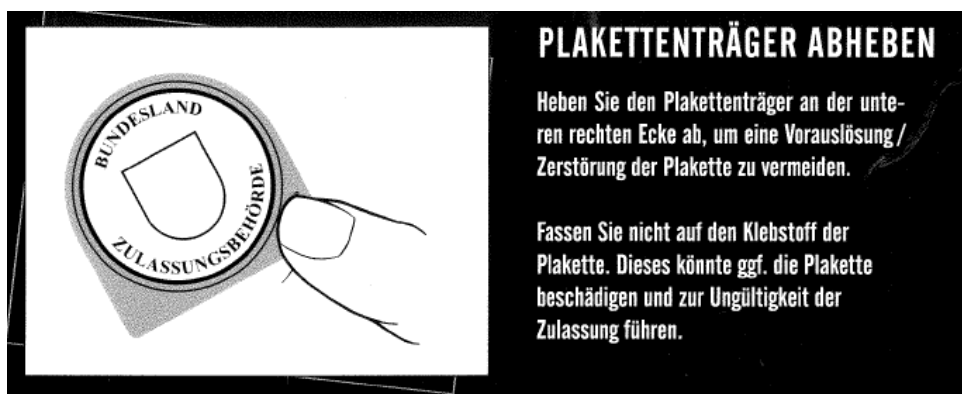
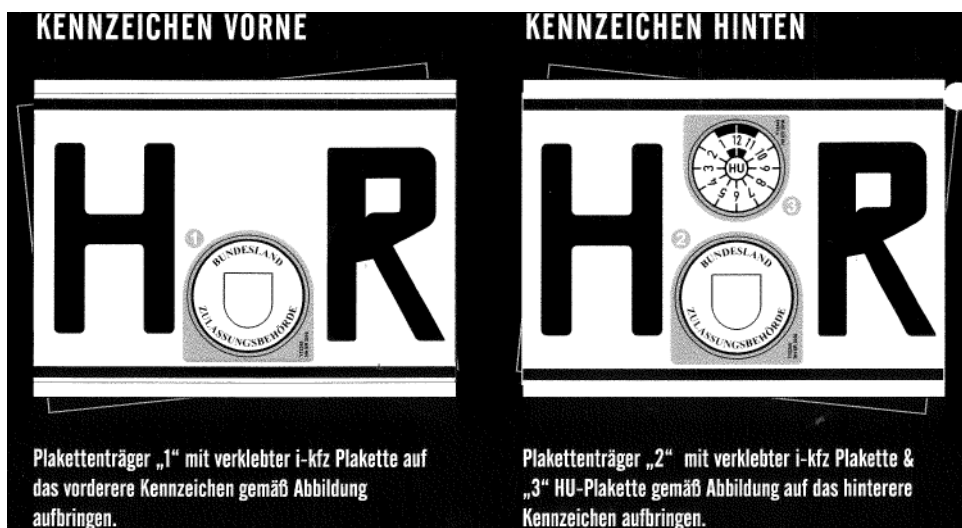

Abb. 1
Abb. 2
3. Vor dem Verkleben der Plakettenträger diese bitte an der Perforation vereinzeln, das Schutzpapier im unteren Bereich entfernen, hierbei den Kleber nicht berühren und gemäß Abb. 1 - 3 auf dem vorderen und hinteren Kennzeichenschild verkleben. Der untere Rand des Plakettenträgers muss unmittelbar am schwarzen Rand des Kennzeichens verklebt werden (s. Abb. 2)!